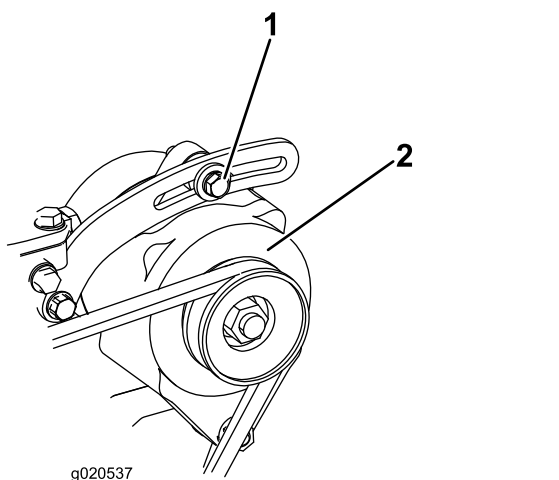

Figura 100
1. Se l'inflessione non è di 10 mm, allentate i bulloni di fissaggio dell'alternatore (Figura 100).